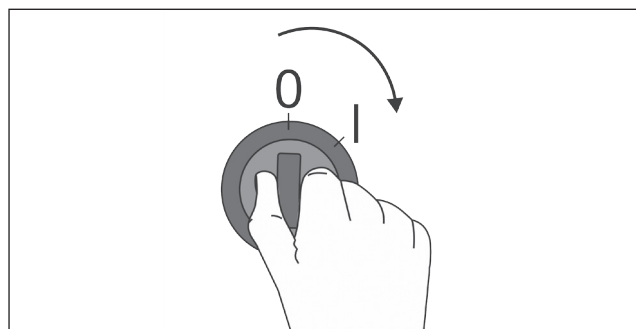

Рис. 13.3
3. Чтобы запустить воздухоохладитель, включите питание (Рис. 13.3).